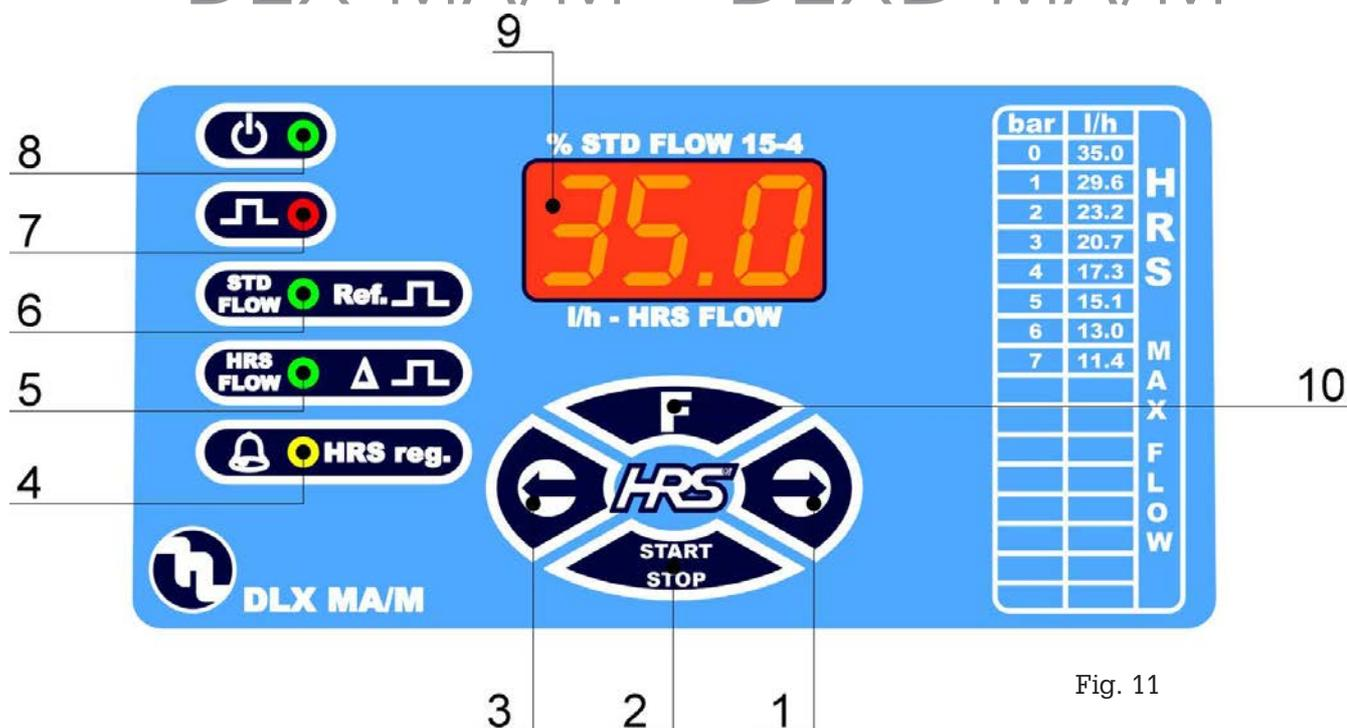

Fig. 11
2. con la pompa in stand-by, in funzionamento HRS ad una determinata pressione impostata, premere il tasto F (vedi fig.11 pag.10 tasto 10) sino a visualizzare a display il valore della portata in litri/ora;
3. premere contemporaneamente le due frecce sinistra e destra (vedi fig.11 tasti 3 e 1) per un secondo; il valore riportato a display inizierà a lampeggiare;
4. agendo nuovamente sulle frecce sinistra e destra si modifica tale valore con quello misurato e premendo il tasto Start-Stop (vedi fig.11 tasto 2) si conferma tale dato; la pompa riparte memorizzando lo stesso.
6.1 - COMANDI (Fig. 11)